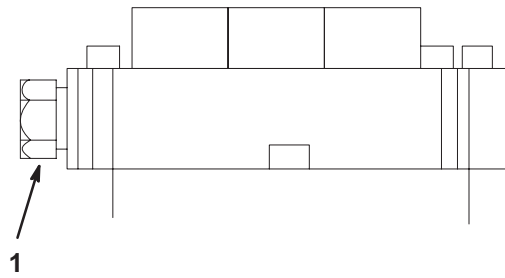

Figure 24
2. Tournez les vannes de dérivation d'un tour dans le sens anti-horaire pour pousser la machine. Cela permet au liquide hydraulique de contourner la pompe et aux roues de tourner (Fig. 24).
1. Tournez les vannes de dérivation une fois dans le sens horaire pour utiliser la machine (Fig. 24).